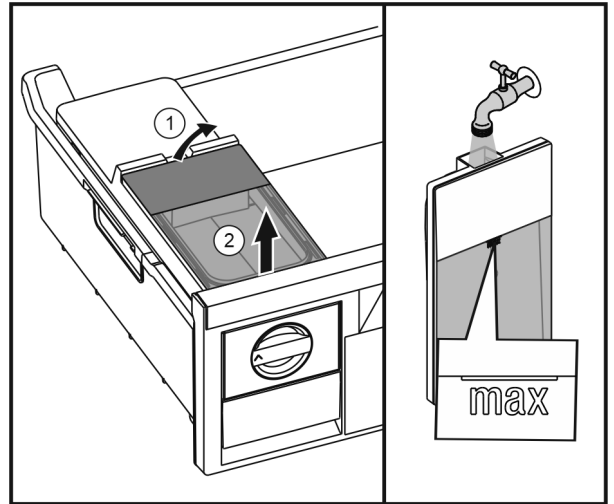

Fig. 45
- ▶ Waterreservoir van achter optillen Fig. 45 (1) en omhoog verwijderen Fig. 45 (2).